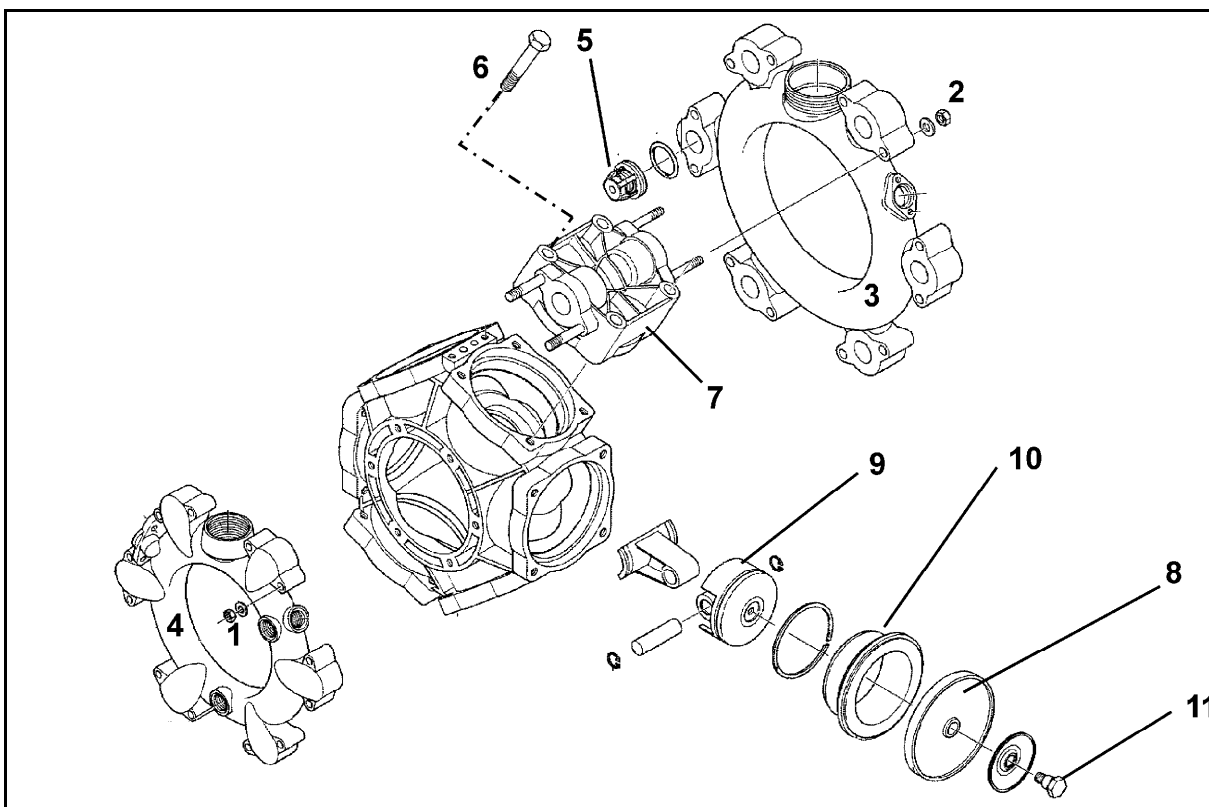

Рис. 176
- Проверьте поршневую мембрану (Рис. 176/8) на безупречное состояние путем демонтажа минимум один раз в год.
- Обратите внимание на монтажное положение клапанов на стороне всасывания и нагнетания, прежде чем вынуть клапанные группы (Рис. 176/5).
- Всегда обязательно заменяйте все поршневые мембраны (Рис. 176/8), даже если только одна мембрана разбухла, сломалась или приобрела пористую структуру.
2. Отверните гайки (Рис. 176/1, 2).
3. Снимите каналы всасывания и нагнетания (Рис. 176/3 и Рис. 176/4).
4. Выньте клапанные группы (Рис. 176/5).
5. Выверните болты (Рис. 176/6).
6. Снимите головку цилиндра (Рис. 176/7).
7. Проверьте поршневую мембрану (Рис. 176/8).
- Закрепляйте поршневые мембраны (Рис. 176/8) такого типа с помощью стопорной шайбы и болта (Рис. 176/11) на поршне (Рис. 176/9), так чтобы край был направлен в сторону головки цилиндра (Рис. 176/7).
- Гайки (Рис. 176/1,2) обязательно затягивать крест-накрест с соблюдением указанного момента затяжки. Неквалифицированное затягивание болтов ведет к перетяжке и, следовательно, к негерметичности.
1. Выверните болты (Рис. 176/11) и снимите поршневую мембрану (Рис. 176/8) в сборе со стопорной шайбой с поршня (Рис. 176/9).
3. Выньте цилиндр (Рис. 176/10) из корпуса насоса.
6. Вставьте цилиндр (Рис. 176/10) обратно в корпус насоса.
7. Вставьте поршневую мембрану (Рис. 176/8).
8. Прифланцуйте головку цилиндра (Рис. 176/7) к корпусу насоса и равномерно затяните болты (Рис. 176/6) крест-накрест.
9. Проверьте, очистите и установите клапанные группы (Рис. 176/5) на место.
11. Прифланцуйте каналы всасывания (Рис. 176/3) и нагнетания (Рис. 176/4) к корпусу насоса.
12. Затяните гайки (Рис. 176/1,2) крест-накрест с моментом затяжки **11 Нм**.